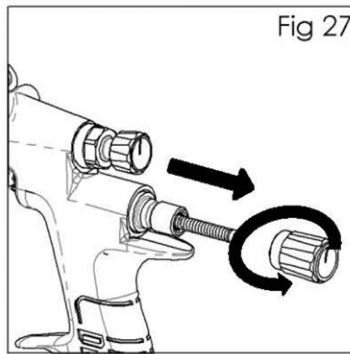

Fig 27
2. Entfernen Sie den Flüssigkeitsstellknopf (28), die Feder (25) und das Federlagersegment (26). (Siehe Abb. 27).